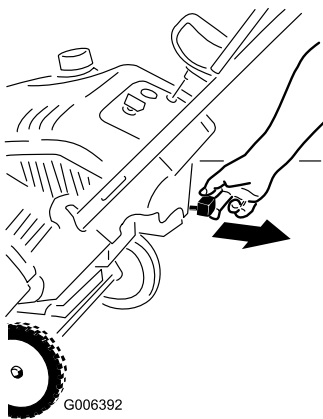

Figure 12
2. Tirez la manette de starter (Figure 12).